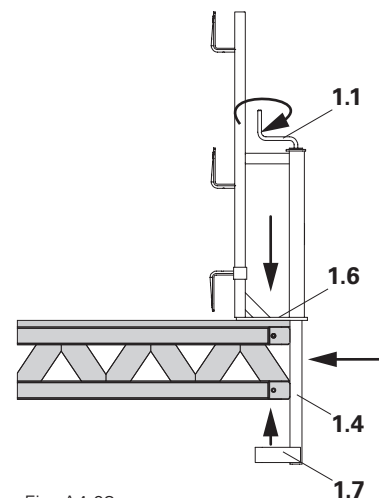

Fig. A4.03
2. Spingere il supporto parapetto a morsa-2 (1) sopra la trave di cassaforma in posizione frontale e centrata. (Fig. A4.03/A4.04a)
- Il tubo di fissaggio (1.4) si inserisce. (Fig. A4.03)
- Il tubo di fissaggio (1.4) deve poggiare in modo uniforme contro la trave di cassaforma. (Fig. A4.03/A4.04)
2. 2. Spingere verso l'alto la staffa per tavola fermapiede (1.2) del supporto parapetto a morsa-2 e sfilare il grigliato di protezione PMB (5). (Fig. A4.03)
4. 4. Alzare verso l'alto e rimuovere il grigliato di protezione PMB (5), quindi disporlo in una barella PERI EP 110 (vedere capitolo A1).